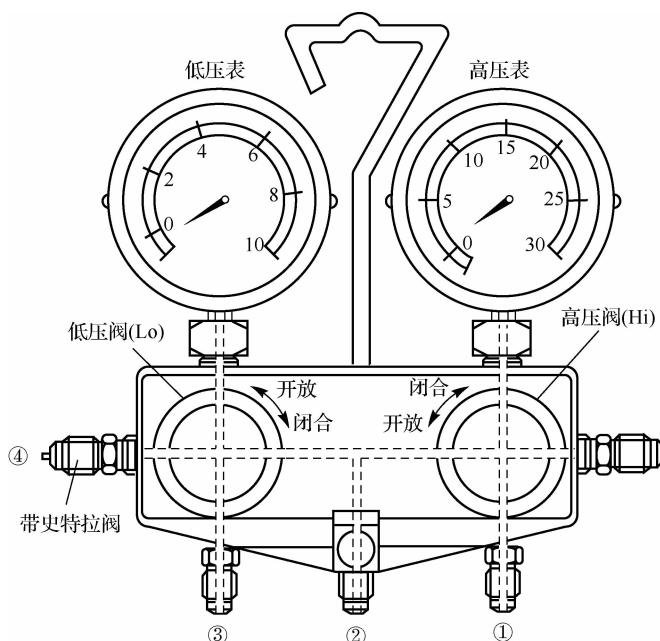

图 3-11 歧管压力表的结构
- (1) 真空泵。真空泵叶轮每分钟运转的容积必须超过 18 L/min(2.6 Pa)。
- (2) 歧管压力表（压力表组或高压表及低压复合表）是汽车空调检修操作中的主要工具。在抽真空、加注制冷剂和检查制冷循环压力情况时都要使用到。如图 3-11 所示为歧管压力表的结构，主要由高压表（计）、低压表（计）、阀体、单向阀（史特拉阀）、高压阀、低压阀和连接软管等组成。